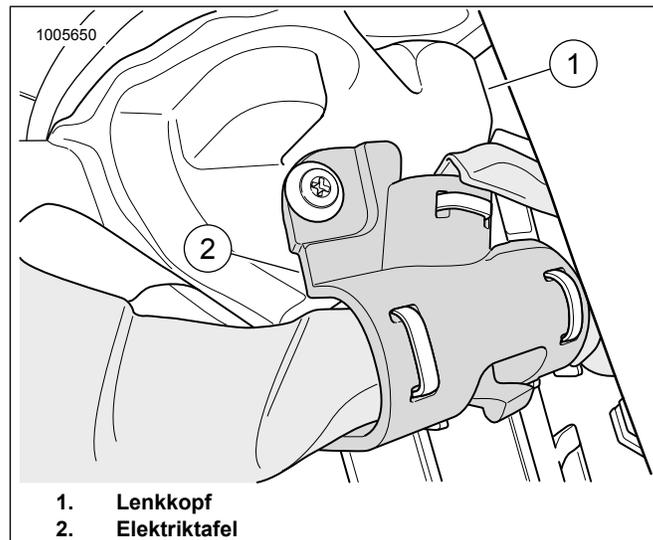

Abbildung 6. Lenkkopf
10. Siehe Abbildung 6. Das Ende des 48-in- Kabelbaums zum Lenkkopf (1) führen. Zum Befestigen des Kabelbaums eine Elektriztafel (2) verwenden.